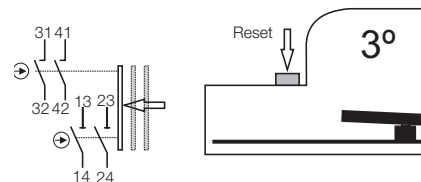

Figura 3
- 3º estágio: pedal acionado até a posição de emergência (gatilho), nesta condição os contatos de acionamento NA abrem e os contatos de emergência NF também abrem e permanecem travados, mesmo que o pedal tenha sido liberado (figura 3).